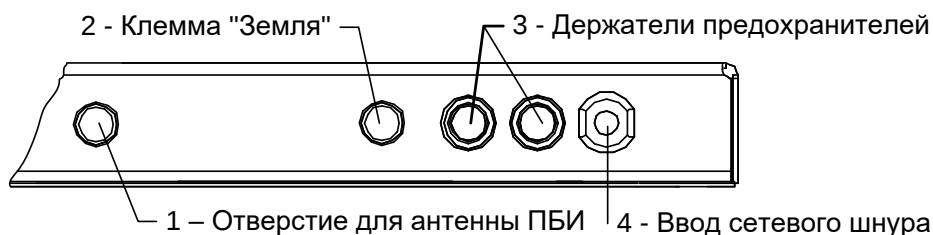

Рисунок 2 – Вид основания сзади
2.3.2.5 На задней стенке основания (см. рисунок 2) находятся: отверстие для установки антенны ПБИ (1), клемма «Земля» (2) для заземления аппарата, держатели предохранителей (3) и ввод для сетевого шнура (4).
3.3.2 При использовании программ ЛинтеЛ® - Линк¹ или ЛинтеЛ® - ЛИС³ необходимо установить на аппарат антенну³ (см. рисунок 2, страница 4) и плату³ устройства беспроводной связи. Установка антенны производится в гнездо на задней панели аппарата.